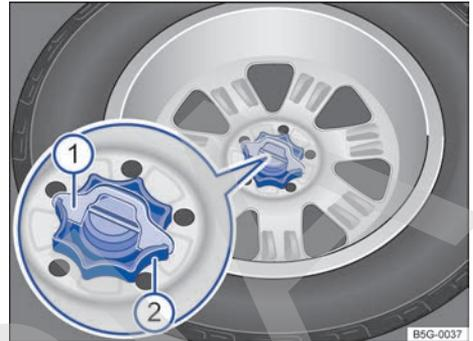

Fig. 210 En el maletero: ruedecilla para fijar la rueda de repuesto.
- Dado el caso, extraiga la cuña del seguro anti-giro → fig. 210 ① hacia arriba.
- Desenrosque por completo la ruedecilla central que sujeta la rueda de repuesto ②, en el sentido contrario al de las agujas del reloj, y extraiga la rueda de repuesto.